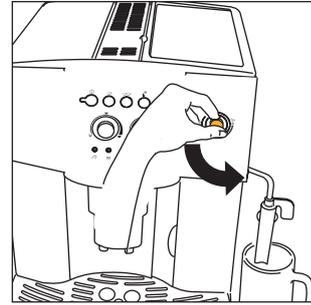
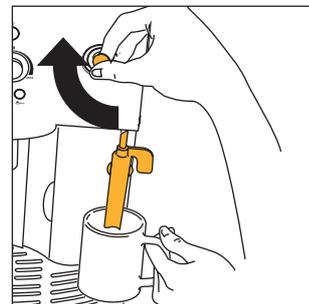
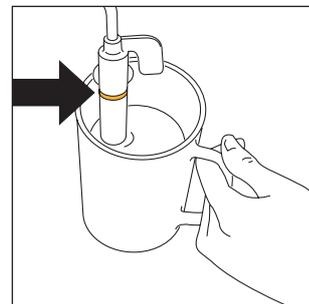

Abb.5
Abb.23
Abb.24
3. **SOFORT DANACH, INNERHALB VON 30 SEKUNDEN**, den Dampfdruckknopf nach links bis zum Anschlag drehen (Abb. 5) (es ist vollkommen normal, wenn hierbei die Maschine laut wird).
- Den Dampfdruckknopf um eine halbe Umdrehung nach links bis zum Anschlag drehen (Abb. 5): Das heiße Wasser tritt aus dem Milchaufschäumer heraus und läuft in den darunter stehenden Behälter.
- Den Milchaufschäumer in das Gefäß mit der Milch eintauchen (Abb. 23), wobei darauf zu achten ist, dass die auf dem Milchaufschäumer eingepreßte Linie nicht eingetaucht wird (angezeigt durch den Pfeil in Abb. 24). Dann den Dampfdruckknopf um eine halbe Umdrehung nach links bis zum Anschlag drehen (Abb. 5). (Passen Sie auf, dass Sie sich nicht verbrühen). Aus dem Milchaufschäumer entweicht der Dampf, der die Milch aufschäumt und ihr eine cremige Konsistenz verleiht. Um einen cremigeren Milchschaum zu erhalten, den Milchaufschäumer in die Milch eintauchen, und das Gefäß langsam von unten nach oben bewegen. (Es wird empfohlen, nicht länger als 2 Minuten Dampf zu beziehen).
- Einige Sekunden lang etwas Wasser oder Dampf austreten lassen, indem Sie den Dampfdruckknopf bis zum Anschlag nach links drehen (Abb. 5). Dadurch lässt das Dampfrohr eventuelle Milchrückstände, die sich im Innern abgesetzt haben, ab. **WICHTIG:** Aus hygienischen Gründen wird empfohlen, diesen Vorgang stets durchzuführen, um zu vermeiden, dass sich Milch im Innern des Milchaufschäumers absetzt.